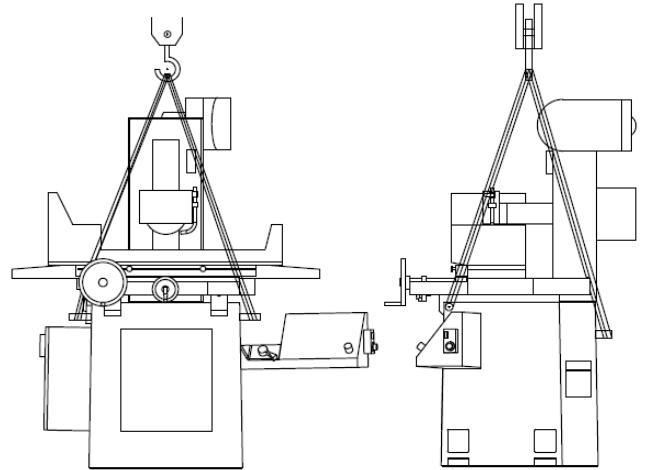

Рис. 4.1.2
- (1) Масса станка около 820 кг.
- (2) Грузоподъемность крана должна превышать вес перемещаемого груза.
- (3) Подготовьте подходящие стропы.
- (4) Пожалуйста, перепроверьте стропы перед началом работ по перемещению.
- (5) Проверьте положение строп как на Рис.4.1.2 снова, чтобы не позволить им повредить части станка.